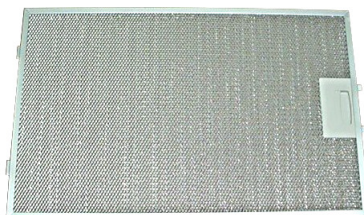

Рис. 9
- Снять алюминиевый жировой фильтр (рис. 9)
- Установить жировой фильтр (рис. 9).
Жировой фильтр (Рис. 9) следует очищать в зависимости от интенсивности приготовления пищи, как минимум раз в месяц. Для очистки жирового фильтра следует его демонтировать и промыть теплой водой с добавлением средств, которые растворяют жир, или посудомоечной машине, установив его вертикально.